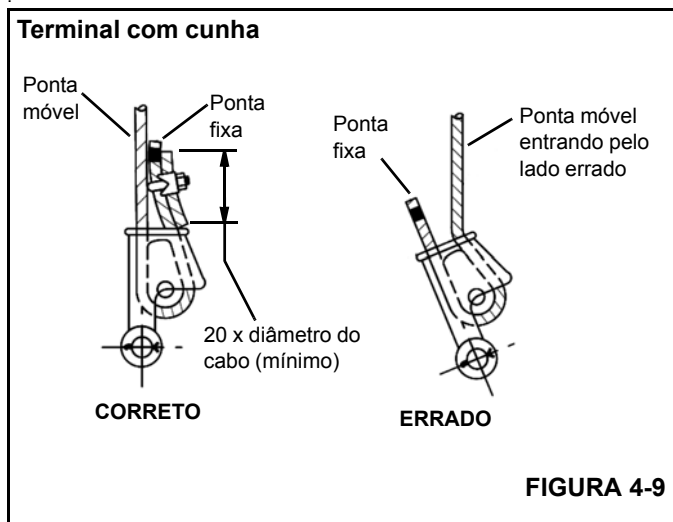

FIGURA 4-9
3. Certifique-se de que a extremidade móvel do cabo (Figura 4-9) esteja diretamente alinhada com os olhais do terminal e com o sentido da tração a que o cabo será submetido. Se o cabo for incorretamente carregado no terminal, sob uma carga, o cabo dobrará conforme sai do terminal e a borda do terminal se desgastará no cabo causando danos ao cabo e falhas eventuais.
4. Insira a extremidade do cabo de elevação no terminal, forme um laço no cabo e passe o cabo de volta através do terminal deixando que a ponta fixa (Figura 4-9) sobressaia do terminal. Verifique se a ponta fixa do cabo tenha comprimento suficiente para que seja possível aplicar o tratamento da extremidade à ponta fixa após a cunha ter sido assentada.